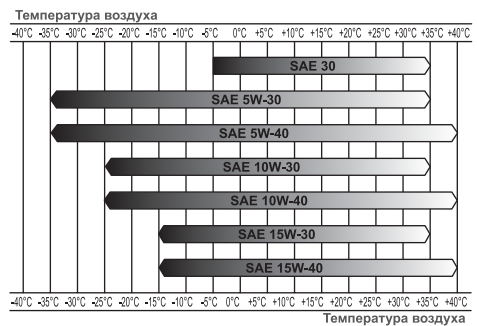

Рис.7 Определение вязкости масла
*Нельзя применять масло для двухтактных двигателей. Рекомендуется применять моторное масло для четырехтактного бензинового двигателя категории SJ и выше по системе классификации API. Вязкость масла по классификации SAE выбирается в зависимости от температуры окружающего воздуха, при которой будет работать двигатель. При выборе вязкости масла пользуйтесь таблицей, показанной на Рис.7.*